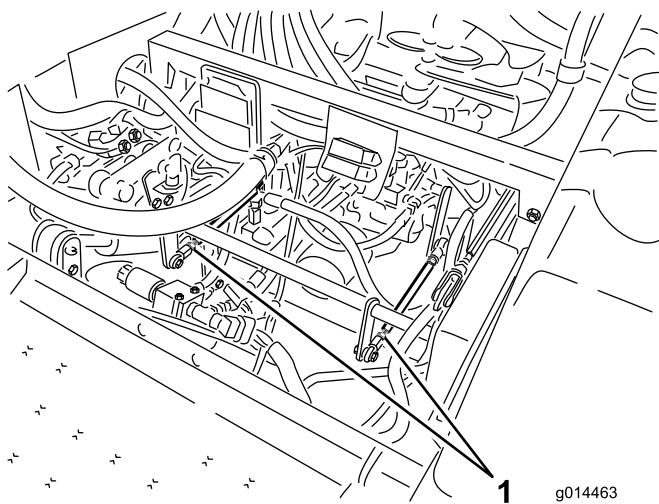

Figura 39
- Si el neumático trasero izquierdo está girando, afloje las contratueras de la varilla de control de la transmisión del lado izquierdo (Figura 39).